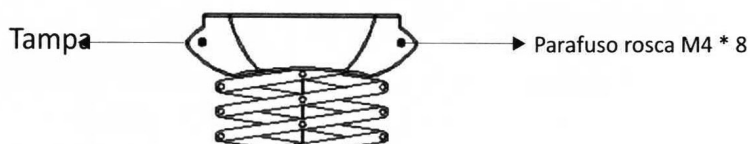

figura 5
8. Cubra a tampa da extremidade e aperte-a com os parafusos M4 * 8 (figura 5). Em seguida, corte a faixa de tesoura.